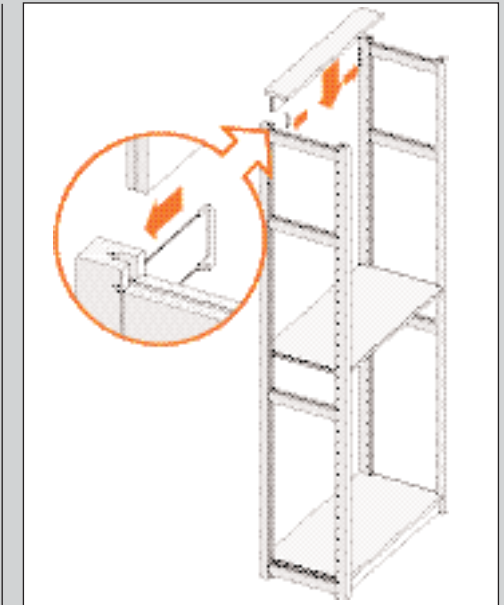

ABBILDUNG 67
1. Setzen Sie die beiden Halterungen vom Typ B in die Ständer ein (siehe Abb. 67).
2. Schieben Sie das Ablagebord von oben auf die Halterungen. Das Ablagebord liegt auf den Laschen der Halterungen (siehe Abb. 67).